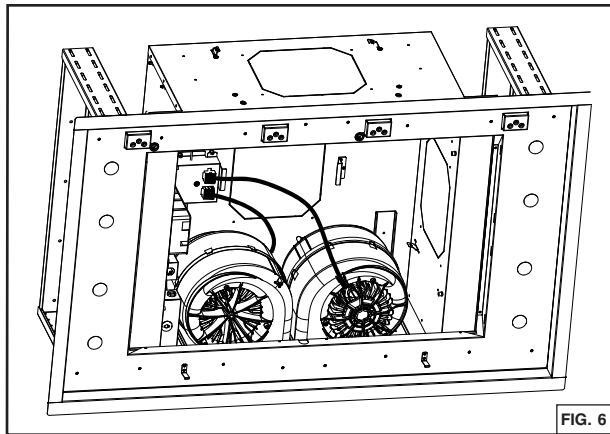

FIG. 6
1. Appuyer sur les languettes de verrouillage (2) aux extrémités du pourtour du panneau. Se référer à la FIG. 6.
Réinstaller les filtres à mailles et le panneau central au besoin (se référer à la FIG. 7). S'assurer que les languettes de verrouillage soient en place une fois l'installation terminée (se référer à la FIG. 6).